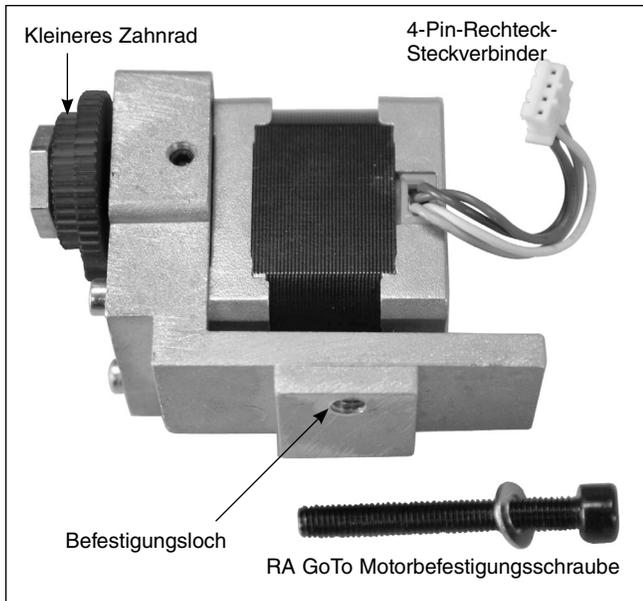
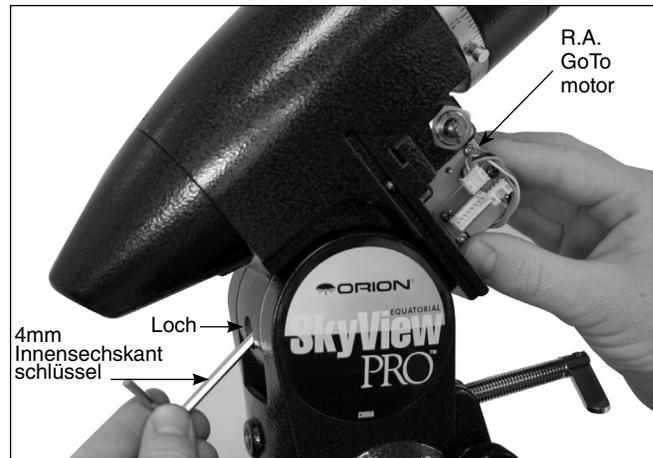

Abbildung 3. Die RA GoTo Motorbaugruppe
Abbildung 4. Anbringen des RA GoTo Motors
3. Die RA GoTo Motorgruppe wird durch die den rechteckigen 4-Pin-Stecker identifiziert und ist mit dem Motorkörper verbunden (**Abbildung 3**). Der Motor wird an der Halterung durch eine 40mm lange Innensechskantschraube befestigt, die durch das Loch in der Rückseite der Montierung, direkt durch die hinterer Schwenkhebel für die Breitengradeinstellung geht (**Abbildung 4**). Es wird hilfreich sein, die hintere Schwenkhebel für die Breitengradeinstellung zu entfernen, während der Installation des RA GoTo-Motor. Legen Sie eine der 10mm Unterlegscheiben auf die RA Motorbefestigungsschraube. Befestigen Sie die RA Motor Befestigungsschraube am Ende des 4 mm Innensechskantschlüssels und schieben Sie es durch das Loch in der Rückseite der Montierung (**Abbildung 4**). Halten Sie das RA GoTo-Laufwerk in der Hand damit das Gewindeloch die Schraube trifft, wenn sie aus dem anderen Ende des Loches kommt. Führen Sie die Schraube in die Gewindebohrung der RA Motorbaugruppe, bis sie sicher ist, aber ziehen Sie nicht zu fest an. Sie müssen kleine Anpassungen an der Motorposition in den folgenden Schritten vornehmen.